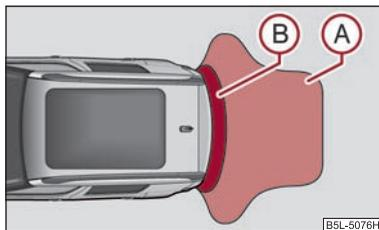
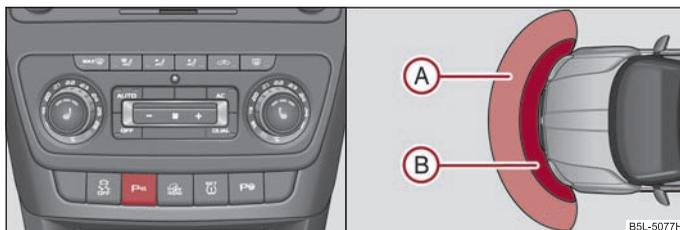

Fig. 112 Sistema ausiliario di segnalazione per manovre di parcheggio: zona di rilevamento dei sensori posteriori
Fig. 113 Attivazione del sistema di segnalazione ausiliario / zona di rilevamento dei sensori anteriori
La segnalazione dell'ostacolo ha inizio ad una distanza di circa 160 cm dall'ostacolo stesso (zona A → fig. 112). Con il ridursi della distanza si accorcia anche l'intervallo tra i segnali acustici.
La segnalazione dell'ostacolo ha inizio ad una distanza di circa 120 cm per gli ostacoli anteriori (zona A) → fig. 113) e ad una distanza di circa 160 cm per gli ostacoli posteriori (zona B) → pag. 108, fig. 112. Con il ridursi della distanza si accorcia anche l'intervallo tra i segnali acustici.
Con accensione inserita, il sistema di segnalazione ausiliario si attiva innestando la **retromarcia** oppure premendo il tasto → fig. 113 lato sinistro. Sul tasto si illumina il simbolo . L'attivazione è confermata da un breve segnale acustico.
Il sistema di segnalazione ausiliario si disattiva premendo il tasto → fig. 113 lato sinistro o a velocità superiori a 10 km/h. Il simbolo sul tasto si spegne. ▶
- Se dopo l'attivazione del sistema viene emesso un segnale acustico per circa 3 secondi, ma in prossimità della vettura non c'è nessun ostacolo, il sistema presenta un guasto. Il guasto viene segnalato inoltre dal lampeggiamento del simbolo  sul tasto ⇒ pag. 109, fig. 113 lato sinistro. Far riparare il guasto presso un'officina autorizzata.